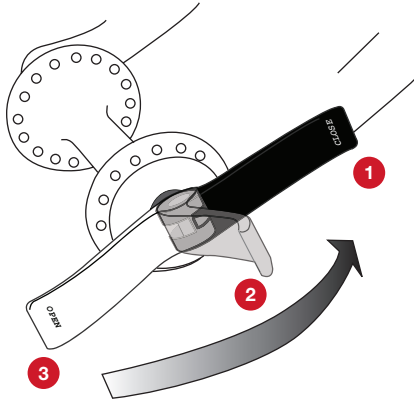

Figure 40. Positions du levier :
1. Placez le levier du système de blocage rapide en position OUVERTE (Figure 40, étape 3) et placez la roue de telle manière qu'elle arrive complètement en contact avec les surfaces intérieures des pattes de fourche.
2. Avec le levier en position de réglage (Figure 40, étape 2), tournez l'écrou de réglage (Figure 27) jusqu'à ce qu'il soit légèrement serré.
3. Fermez le levier de blocage rapide ; en tenant le levier avec la paume de la main, placez-le en position FERMÉE (Figure 40, étape 1).